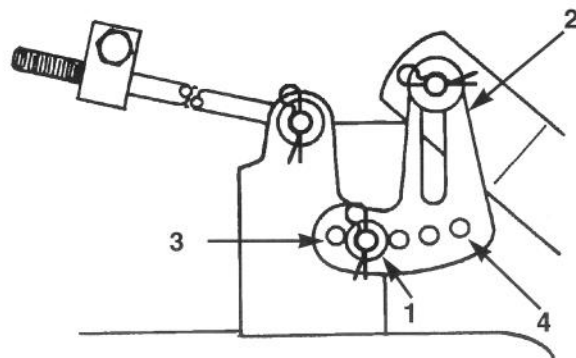

Fig. 49
lame) riposizionate la staffa di livello in un foro diverso e montate la rondella e la coppiglia a forchione (Fig. 49). Il foro anteriore abbassa l'altezza della lama e quello posteriore la alza. Ripetete questa operazione dal lato opposto.
5. Togliete la coppiglia a forchione e la rondella dalla staffa di livello (Fig. 49). Per livellare la lama (o